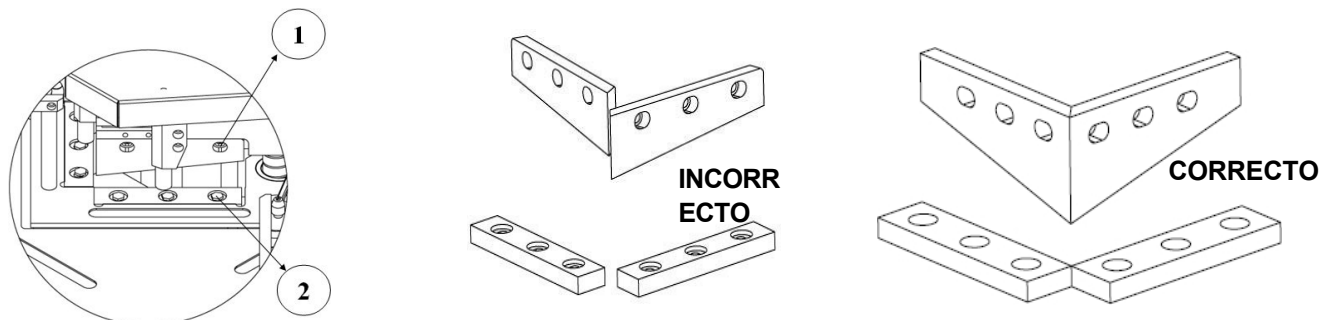

Fig. 7-1: Cambio de la cuchilla superior (1) o inferior (2)
2. Retire los tornillos de los puntos indicados en la ilustración 7-1 (1) que se muestra a continuación.
2. Retire los tornillos de los puntos indicados en la ilustración 7-1 (2) que aparece a continuación.